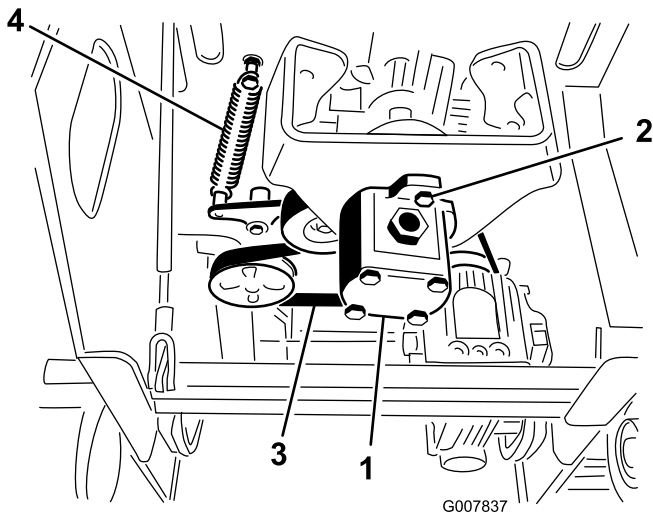

Bild 49
5. Lösen Sie die 2 Pumpenschrauben (Bild 49).
6. Drehen Sie die Pumpe nach links und lassen Sie sie nach unten, von der Riemenscheibe weg, ab (Bild 49).
7. Ziehen Sie das Ende der Spannscheibe mit einem Federzieher (vom offiziellen Vertragshändler erhältlich) oder einem starren Metallhaken von der Federschraube, um die Riemen Spannung zu lösen (Bild 49).